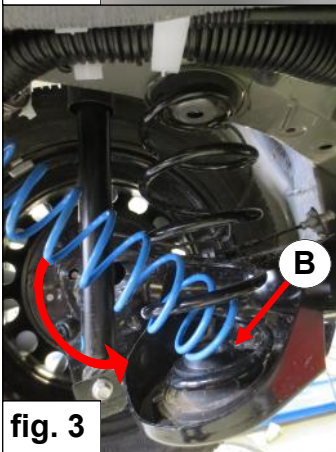

fig. 3
3. Placez la coupelle **B**. Insérez le ressort auxiliaire **C** avec un mouvement de basculement dans le ressort principal à travers les spires de ce dernier. Voir fig. 3.